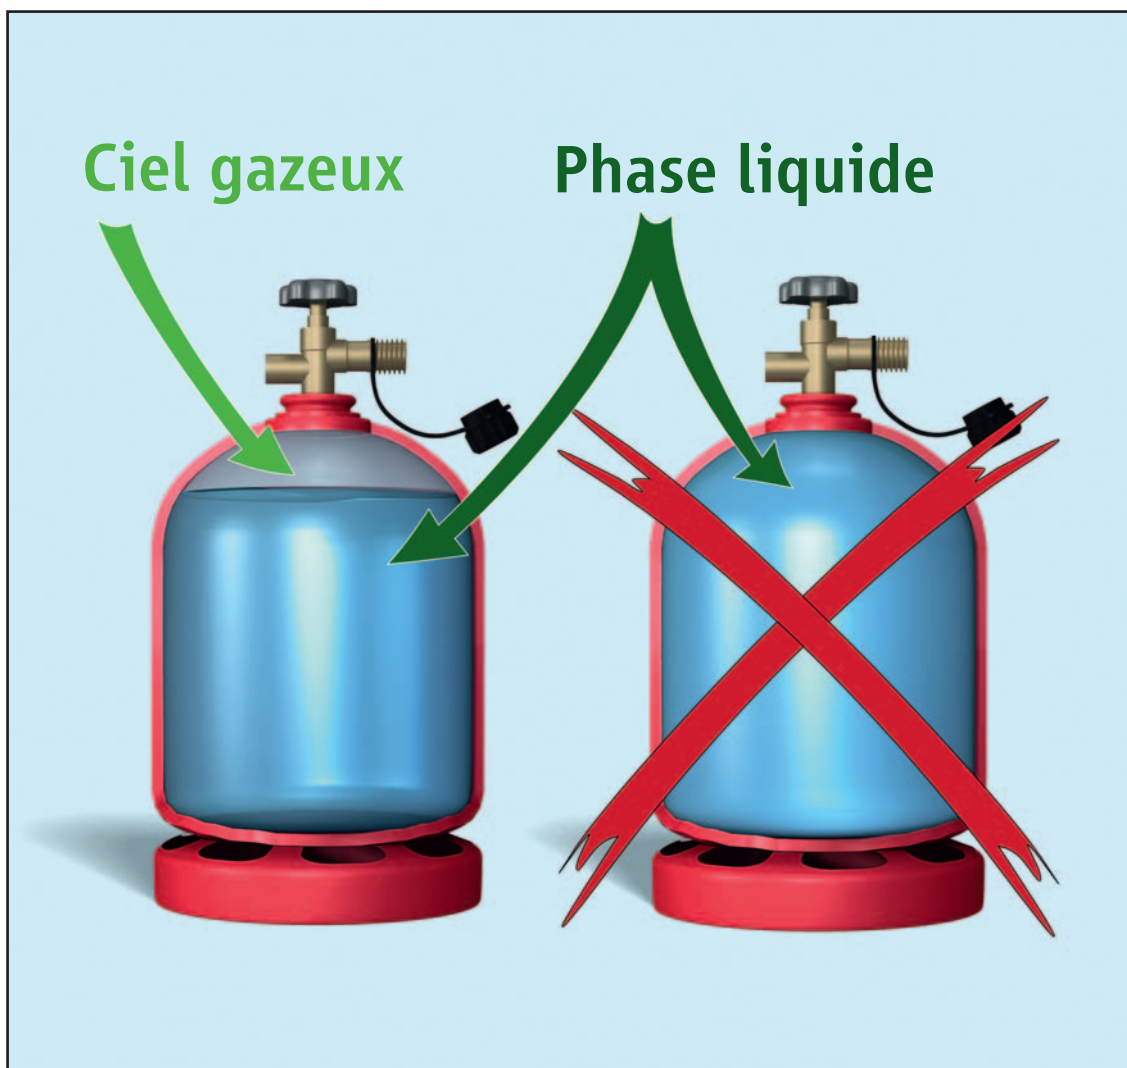

Figure 16 :
- La montée en température se traduit par une augmentation de volume de la phase liquide. C'est pourquoi il doit toujours y avoir un ciel gazeux, dans un réservoir (figure 16).